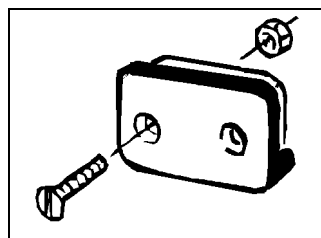

Fig. 7
1. Fastgør holderen (Fig. 7) til regnemaskinen i førerhuset på traktoren.